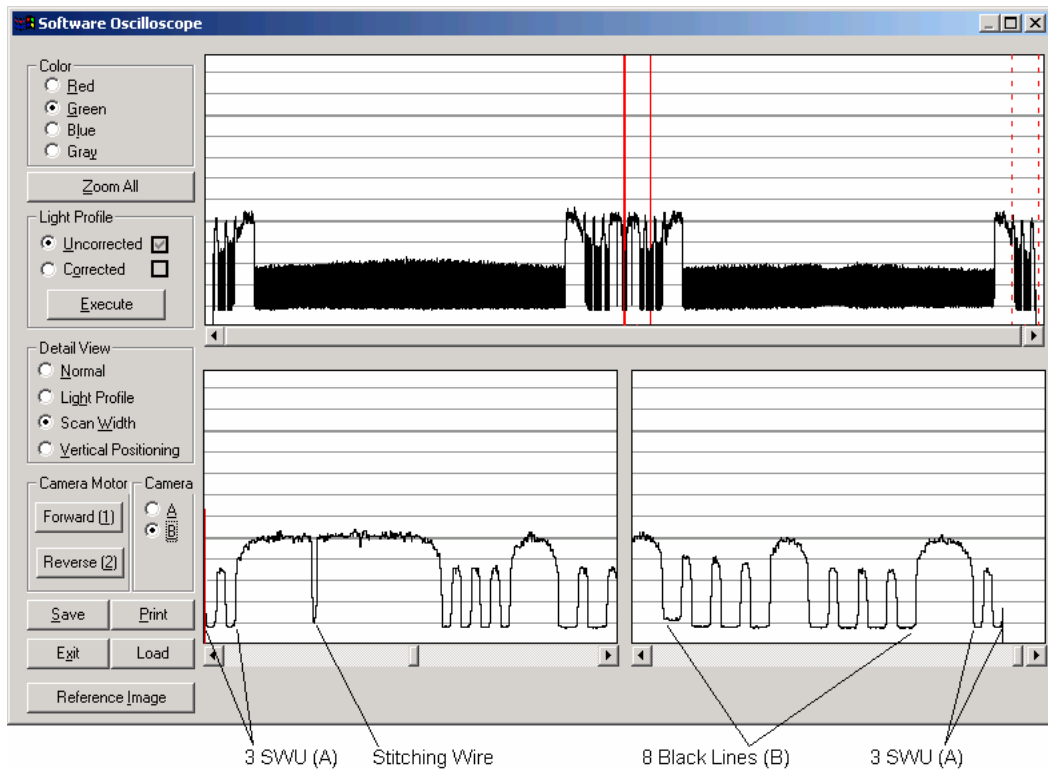

Fig. 4-31 COUGAR Tx 36, CHAMELEON Tx 36, PREMIER Tx 36
- Fig. 4-31 COUGAR Tx 36, CHAMELEON Tx 36, PREMIER Tx 36, Scan-Width (B), page 108